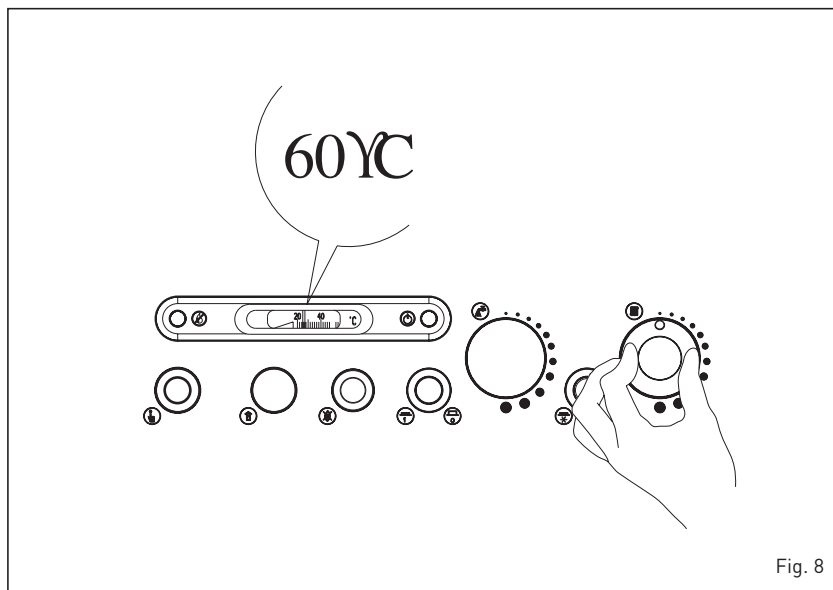

Fig. 8
3.2.2 Aquastat de chaudière (fig. 8)